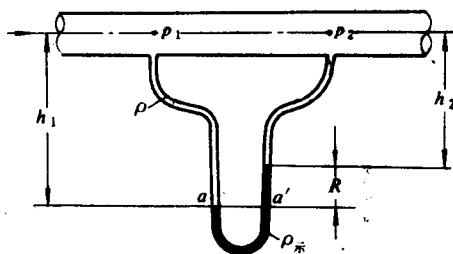

图 1-2 例 1-8 附图
例 1-8 水平导管上的两点接一盛有水银的 U 型管压差计 (如图 1-2), 压差计读数为 26mmHg。如果导管内流经的是 (1) 水, (2) 20℃, 1atm 下的空气, 试计算在此种情况下压差计所指示的压强差各为多少 kPa?